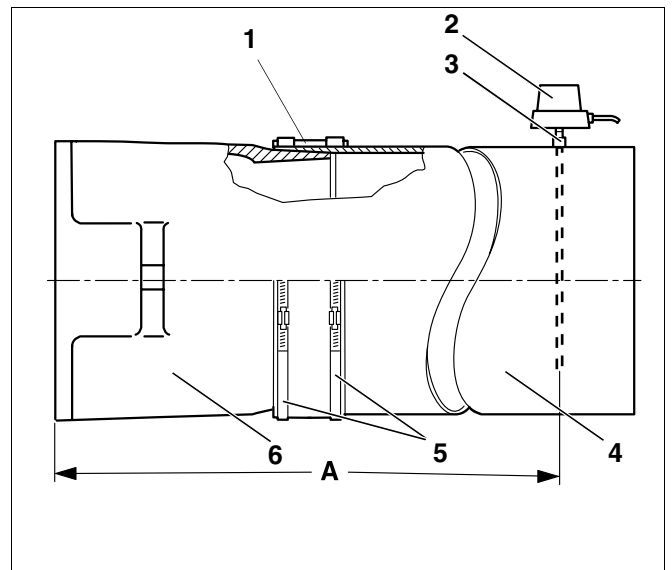
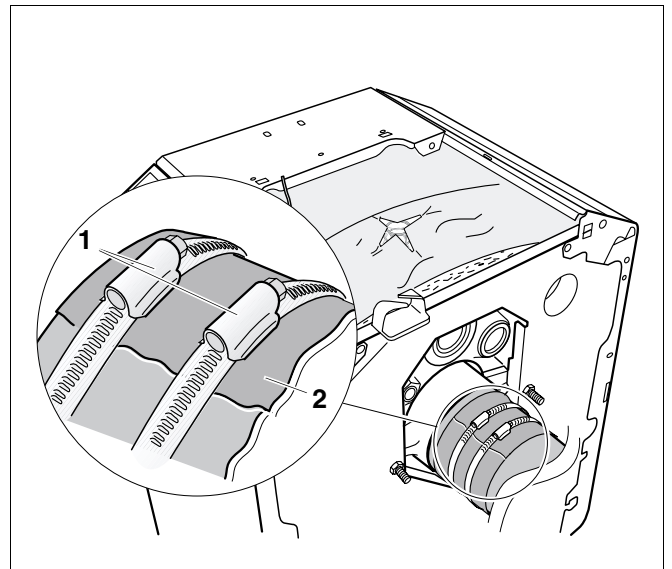

Fig. 17 Montering av røykgassrør
Fig. 18 Montering av tetningsmansjett
Vi anbefaler å montere en røykgassrør-tetningsmansjett (fig. 17, **pos. 1**).
- Legg røykgassrør-tetningsmansjetten (fig. 18, **pos. 2**) rundt røykgassrøret (fig. 17, **pos. 4**) og røykgasstussen med overlapping oppe.
- Sett låsebåndene (fig. 17, **pos. 5**) på røykgassrør-tetningsmansjetten (fig. 17, **pos. 1**). Skyv det ene låsebåndet på røykgasstussen (fig. 17, **pos. 6**). Sett det andre låsebåndet på røykgassrøret (fig. 17, **pos. 4**).
- Trekk til låsebåndene (fig. 18, **pos. 1**). Røykgassrør-tetningsmansjetten (fig. 18, **pos. 2**) må ligge flatt og tett.
- Sveis muffen (fig. 17, **pos. 3**) inn i røykgassrøret i en avstand på $2 \times$ røykgassrørets diameter (mål A) fra røykgasstussen.